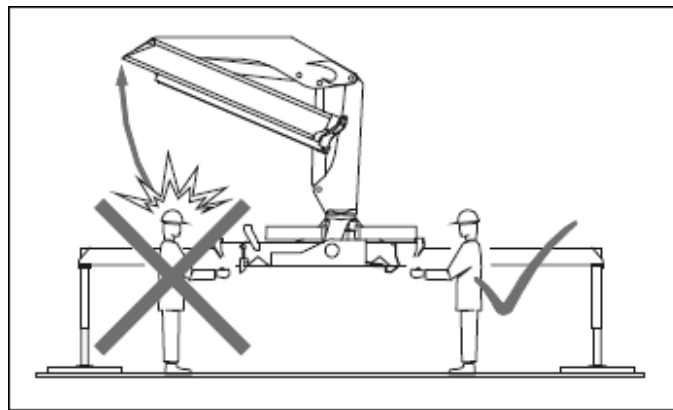

Figura 11. Mandos desde el suelo
- Poner el brazo principal en la posición de trabajo desde el puesto de mando situado en el lado opuesto al apoyo del brazo principal. Si se despliega la grúa desde el puesto de mando equivocado, existirá para el operador grave riesgo de accidente por el brazo de carga. (Ver figura 11)